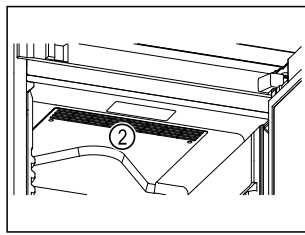

Fig. 62
- ❑ Hoidke ringlusõhupuhuri ventilatsioonipilud Fig. 62 (2) siseruumis vabad.